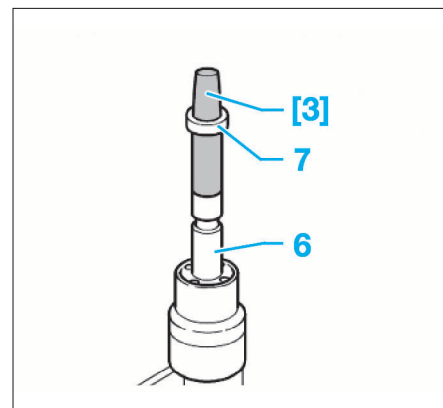

FIG. 47
- [3]. Cône de montage (ref. T10133/5) (Fig.47).
- poser le cône de montage [3] muni d'une bague-joint neuve (7) sur l'injecteur (6) (Fig.47).